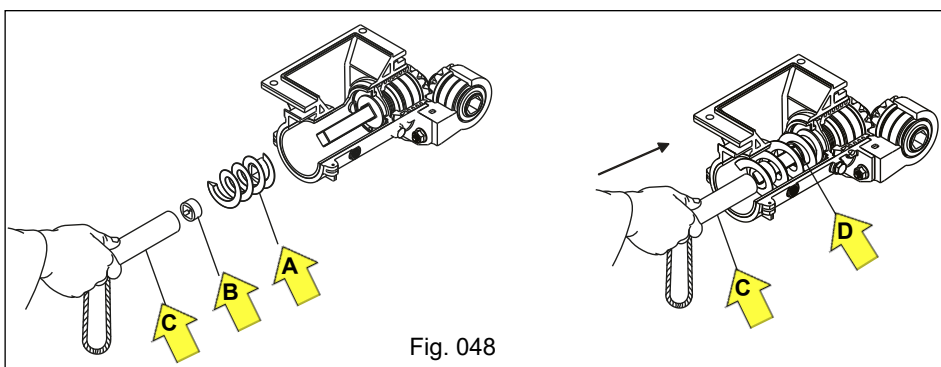

Fig. 048
- Após a limpeza ou substituição, coloque a rosca sem fim "A", juntamente com o anel trava "B", através do tubo fixador "C", observando que a rosca sem fim e o anel trava fique bem posicionados na base do eixo acionador "D" (Fig. 048).